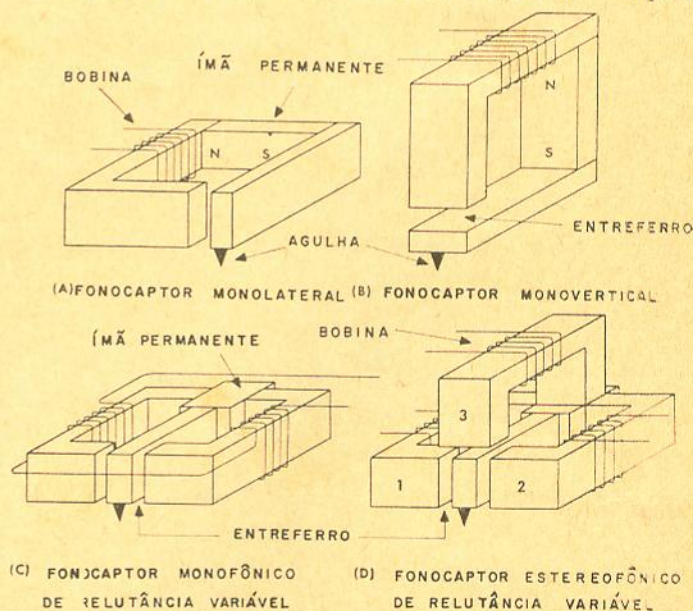

Figura 12
**Fonocaptadores de relutância variável** — Dentre os fonocaptadores magnéticos os mais comumente utilizados são do tipo de relutância variável. O tipo monolateral simples, ilustrado na figura 12-a, mostra o princípio de funcionamento que caracteriza os fonocapto-
A figura 12-b apresenta um fonocaptor para discos. Observe-se que o movimento vertical da agulha faz variar o entreferro, produzindo uma tensão de saída. O movimento lateral não produzirá variações na saída uma vez que não haverá variações no entreferro.
**Fonocaptor estereofônico de relutância variável** — Na figura 12-d é apresentado um fonocaptor desse tipo. Tal como foi indicado anteriormente, o fluxo procedente dos núcleos 1, 2 e 3 passará pelos respectivos entreferros formados pelo suporte da agulha com as laterais e a parte superior. Os movimentos horizontais da agulha resultarão em alterações de fluxo nos núcleos 1 e 2 enquanto que o movimento vertical ocasionará as mesmas alterações no núcleo 3. As bobinas enroladas sobre os núcleos gerarão tensões proporcionais aos movimentos horizontais e verticais da agulha.